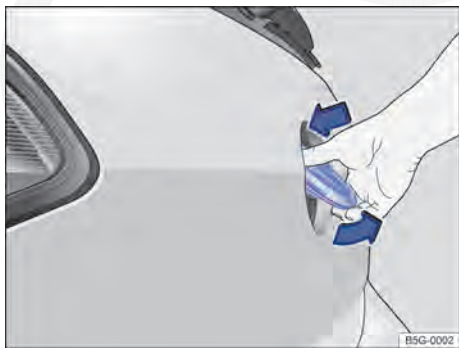

Fig. 36 Abrir a tampa do compartimento de bagagem por fora.
- Com o polegar, pressionar a parte superior do logo Volkswagen ⇒ Fig. 36 e rebatê-lo para fora por baixo. Tocar com a mão embaixo do logo e levantar a tampa do compartimento de bagagem.